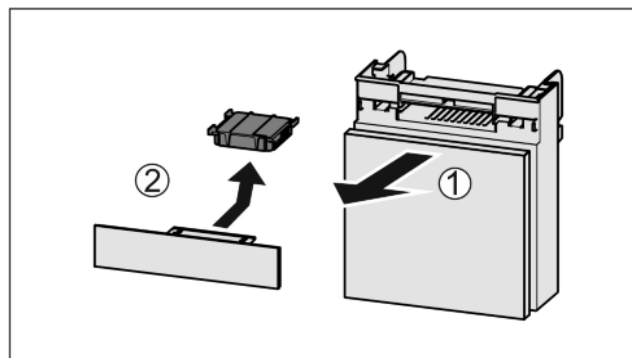

Fig. 33
- ▶ Extrageți Fig. 33 (1) compartimentul către înainte.
- ▶ Scoateți Fig. 33 (2) filtrul de cărbune activ.